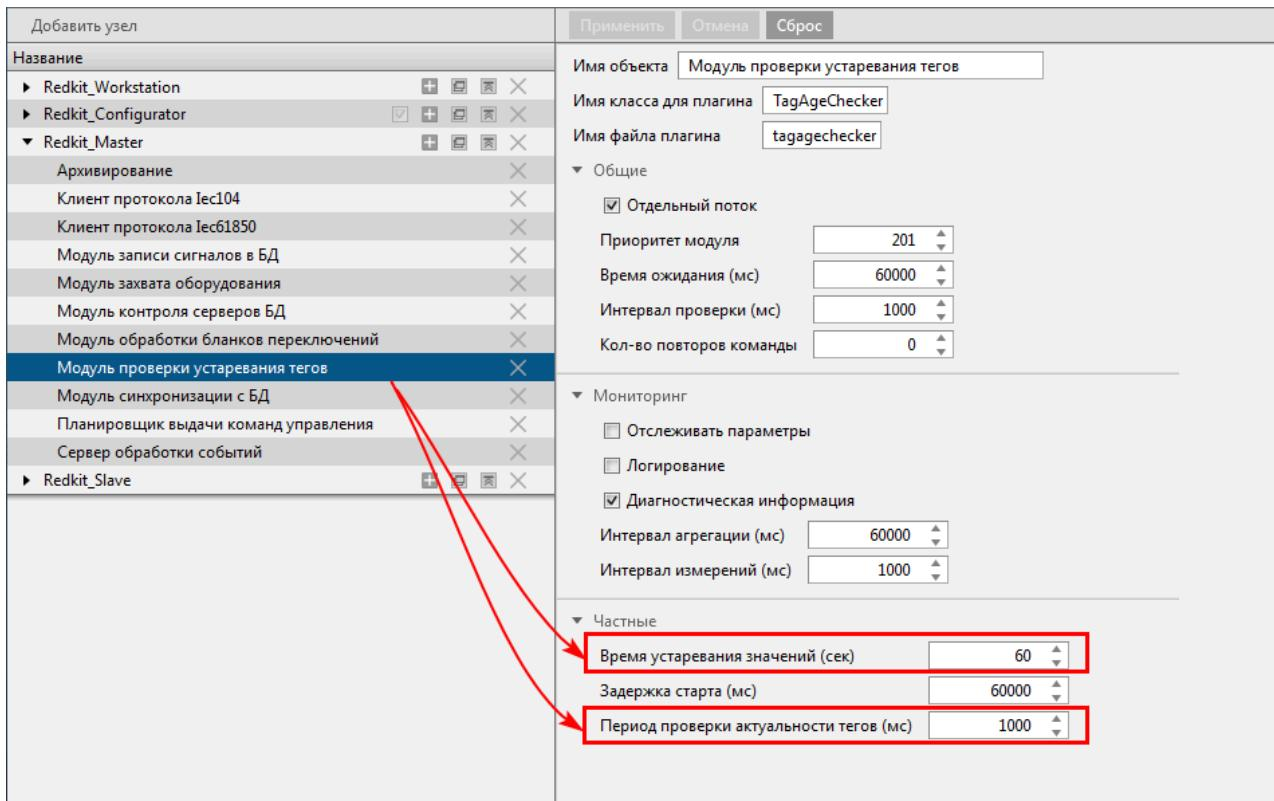

Рисунок 47 - Настройки модуля проверки устаревания тегов
2. В настройках модуля **Модуль проверки устаревания тегов** измените **Период проверки актуальности тегов (мс)** и **Время устаревания значений (с)** на необходимые (Рисунок 47).